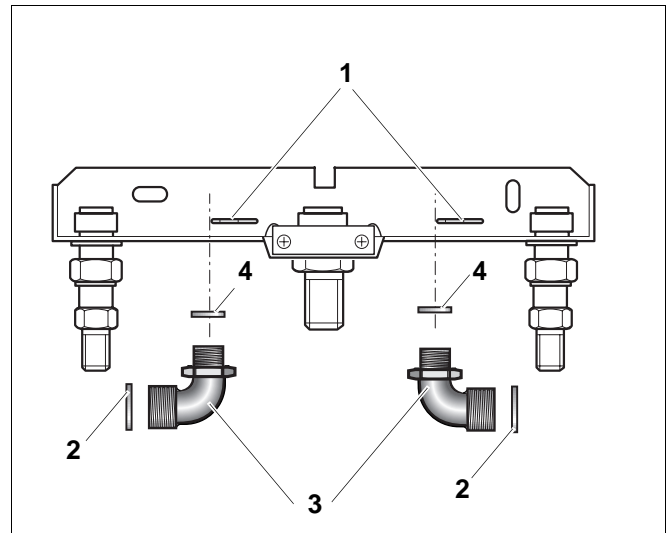

Abb. 11 Abschlusswinkel VS/RS
- Federstecker (Abb. 11, Pos.1) abziehen und Nippel nach unten entnehmen.
- Neue Anschlusswinkel (Abb. 11, Pos.3) mit Dichtung (Abb. 11, Pos. 4) von unten einsetzen und mit Federstecker (Abb. 11, Pos.1) sichern.
Die Dichtungen Abb. 11, Pos. 4 sind beim Lieferumfang des Heizkessel enthalten.